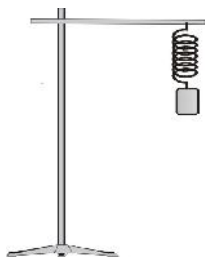

FIGURA 1
1. Realice el montaje mostrado en la figura 1